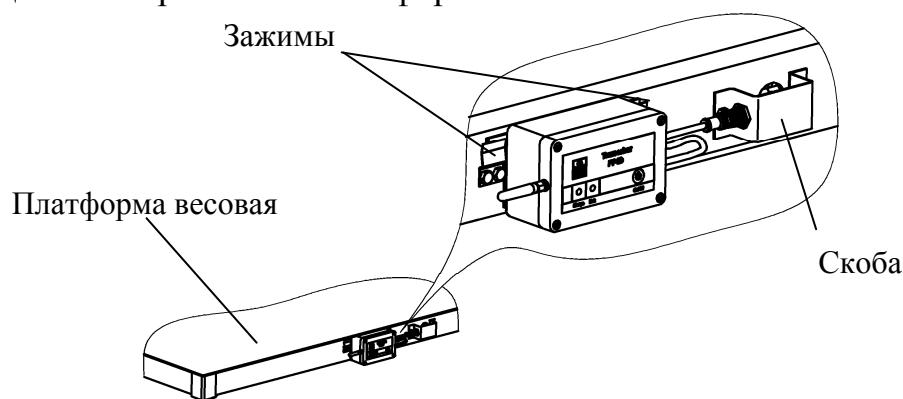

Рис. 4.3 - Установка приемопередатчика на внешнем контуре платформы.
4.1.4.2 Ввернуть антенну в корпус приемопередатчика. Установить приемопередатчик в зажимы на внешнем контуре платформы, как показано на рис. 4.3, соединив разъем приемопередатчика с разъемом платформы.
- установить приемопередатчик в зажимы, как показано на рис. 4.3, соединив разъем приемопередатчика с разъемом платформы.